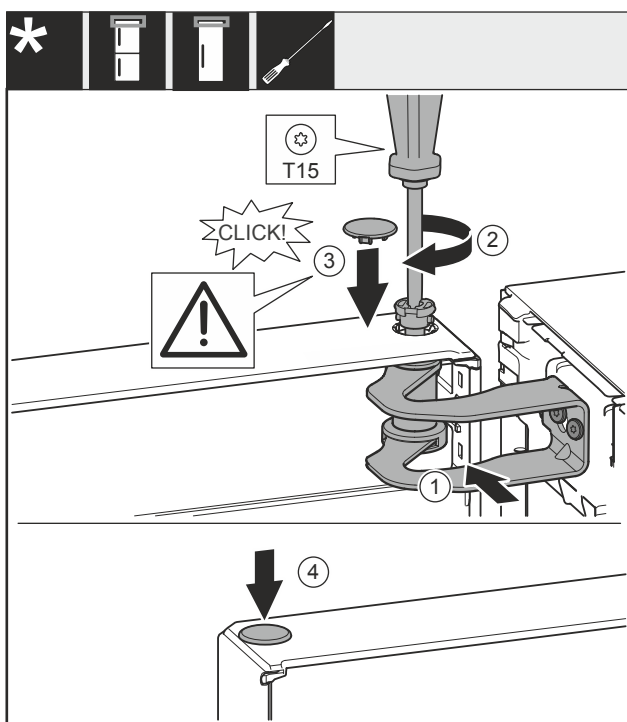

Fig. 54
- Deur met de opening in het lagerboks Fig. 54 (1) uitlijnen.
- Bouten Fig. 54 (2) insteken en met een schroevendraaier vastschroeven.
- Afdekking Fig. 54 (3) plaatsen.
- Controleer of de afdekking Fig. 54 (3) tegen de deur ligt.
- Afdekking Fig. 54 (4) plaatsen.